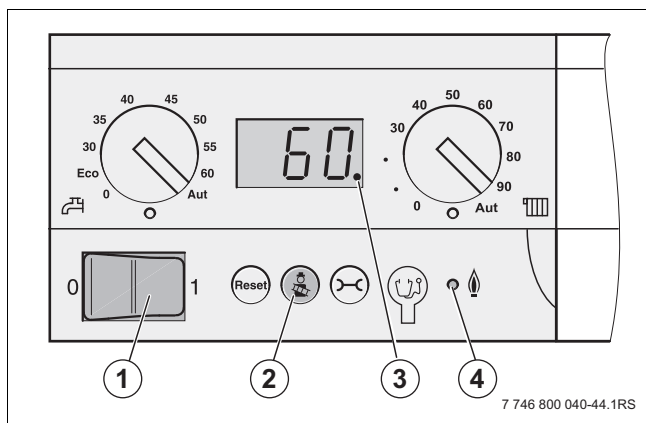

Fig. 61 Painel de comando do controlador básico
- ▶ Colocar a tecla On/Off (→ fig. 61, [1]) no painel de controlo do controlador básico a "0" (desactivado).